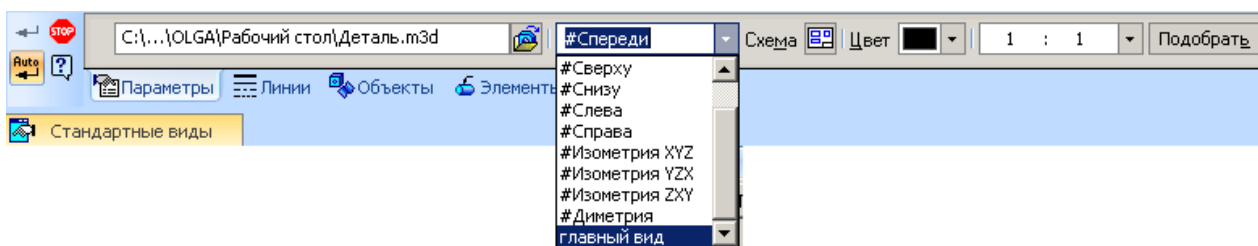

Рисунок 59
- 3) В окне Ориентация главного вида (Рисунок 59) выбрать Главный вид.